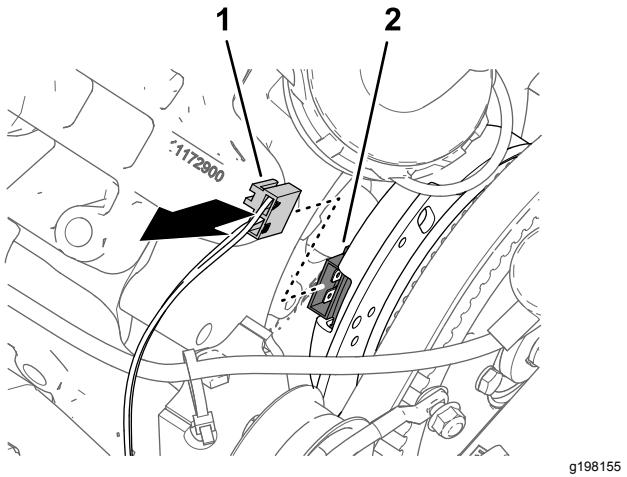

Figura 166
- Desligue o conector de duas tomadas da cablagem da máquina rotulado BOBINA DA BOMBA DO PULVERIZADOR (spray pump coil) do conector de dois pinos do alternador (Figura 166).